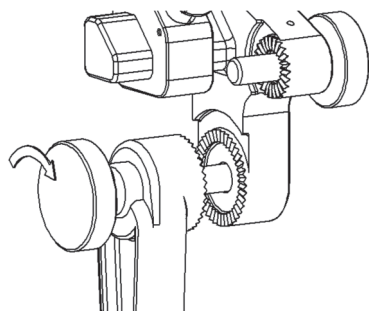
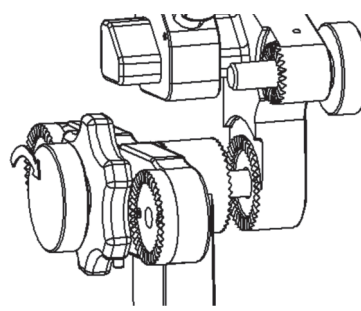

Figure 5
Figure 6
1. Fixer la têtère fer à cheval radiotransparente pour adulte à l'adaptateur voulu en insérant la vis de serrage de l'adaptateur pivotant court (Figure 5) ou de l'adaptateur pivotant Tri-Star radiotransparent (Figure 6) dans le trou fileté du cadre fer à cheval fixe, de manière à ce que la denture radiale de l'adaptateur pivotant soit orientée vers la grande denture radiale du cadre fer à cheval fixe.